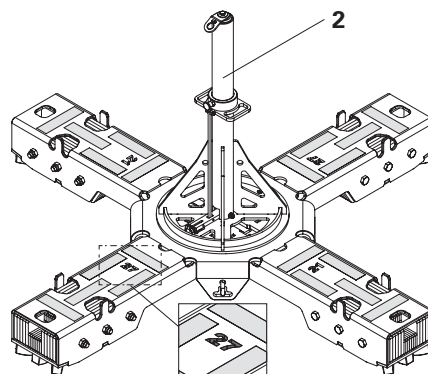

Abb. B3.02
- Für SKY-Anker 27 mm (2) die Aufnahme SKY-Anker 27 mm verwenden. (Abb. B3.02)